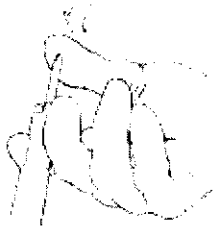

Figura 9. Liberación del electrodo y del cable
3. Libere el electrodo y el cable cogiendo el mango entre los dos dedos y empujando el tunelizador como si fuera una jeringa (Figura 9).